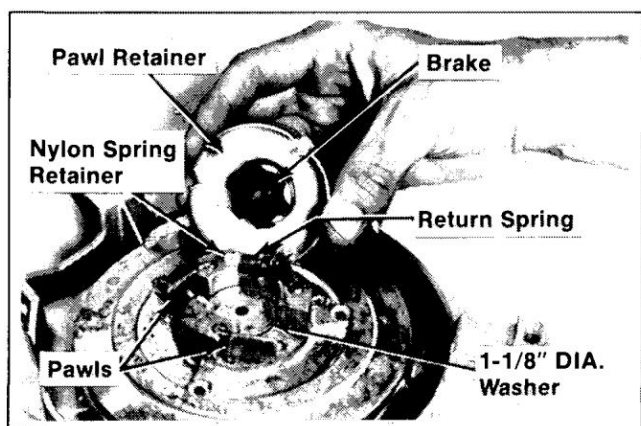

Figure 7-21. Installation des cliquets, du dispositif de retenue des cliquets et des composants associés.
5. Installez les cliquets du démarreur dans les logements appropriés de la poulie. Reportez-vous à la Figure 7-21.